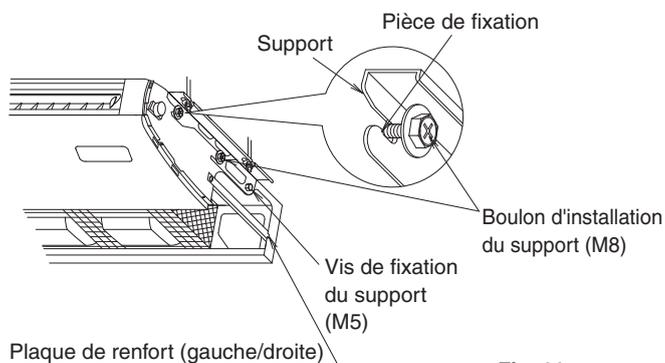

Fig. 11
(Reportez-vous à la Fig. 11)
- (3) Serrez les vis (M5) de fixation du support à 2 emplacements, qui ont été retirées, comme elles étaient auparavant. (Reportez-vous à la Fig. 11)
- (4) Serrez fermement les boulons (M8) d'installation du support à 4 emplacements. (Reportez-vous à la Fig. 11)